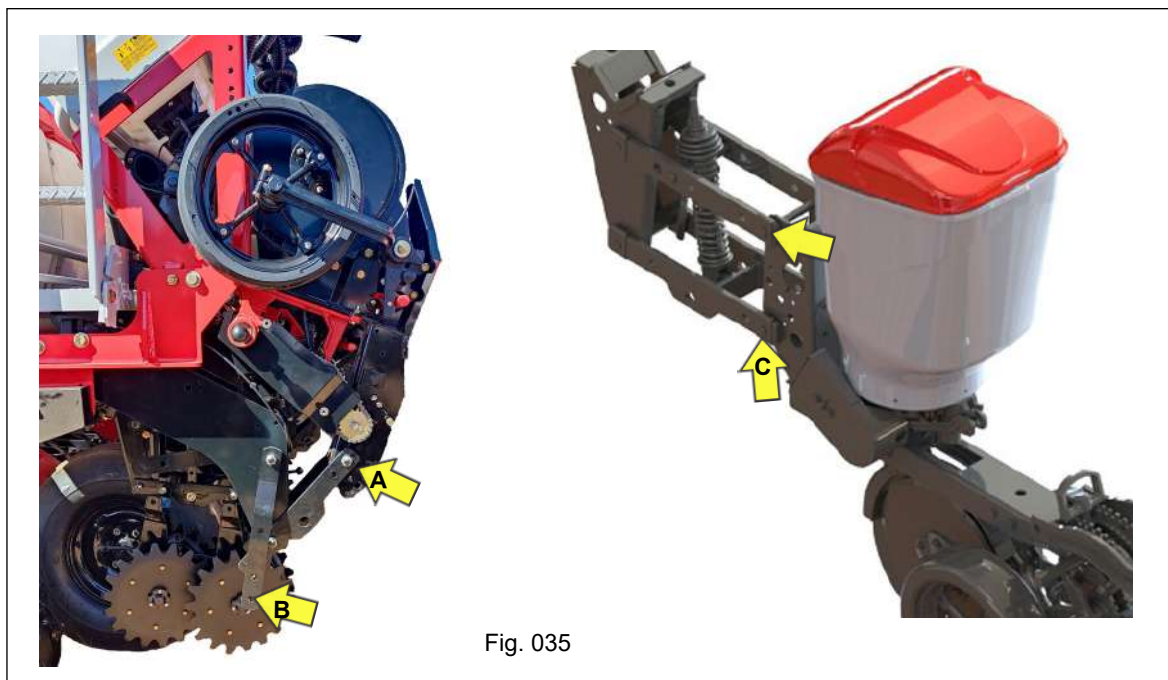

Fig. 035
a) Libere o parafuso que fixa o braço inferior e/ou superior do pantógrafo "A" (Fig. 035) e gire linha até posicioná-la sobre o solo. Fixe o parafuso no furo "B" do braço inferior do pantógrafo no furo "C" do quadro da linha.